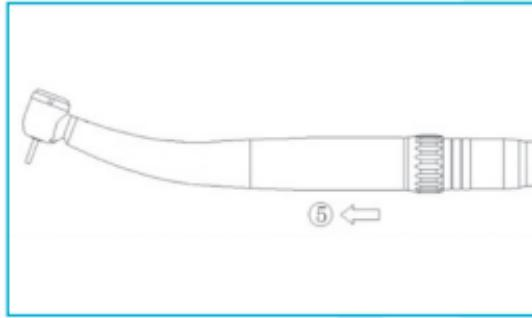

Fig. 6-6
Segure bem o acoplamento LED e puxe o dispositivo médico ao mesmo tempo que o roda ligeiramente (Fig. 6-6⑤).